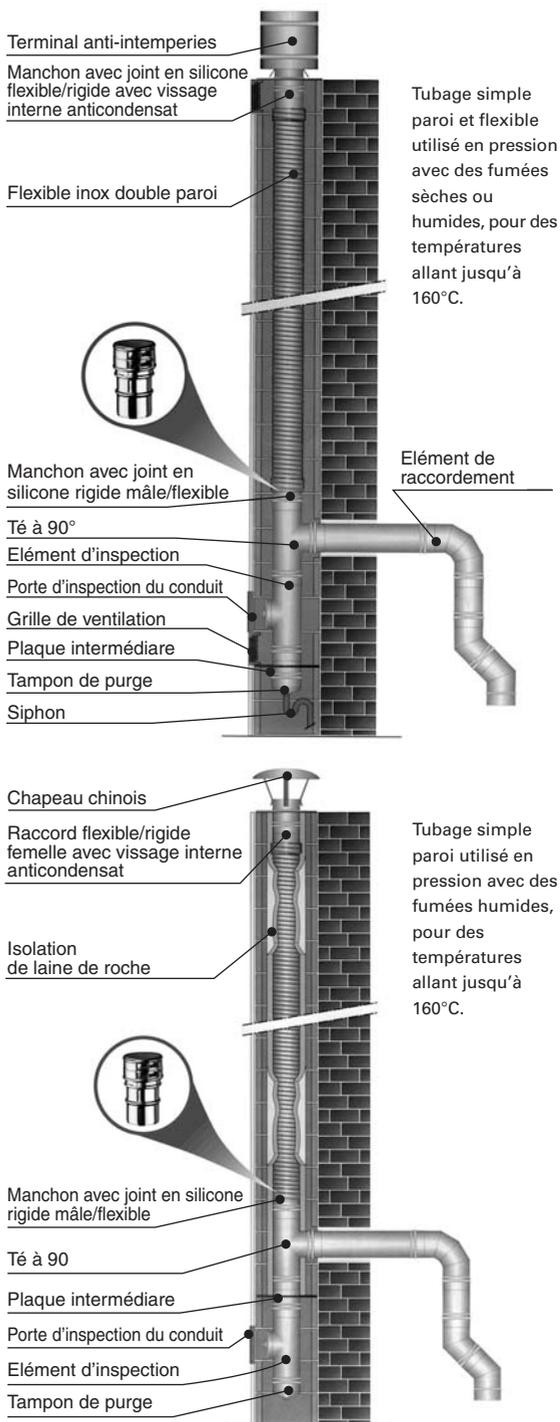

FIG. 3 Installation d'un conduit de tubage fonctionnant en pression positive.
5.1. Schéma de montage pour conduits fonctionnant en pression positive jusqu'à 200 Pa (Fig. 3)